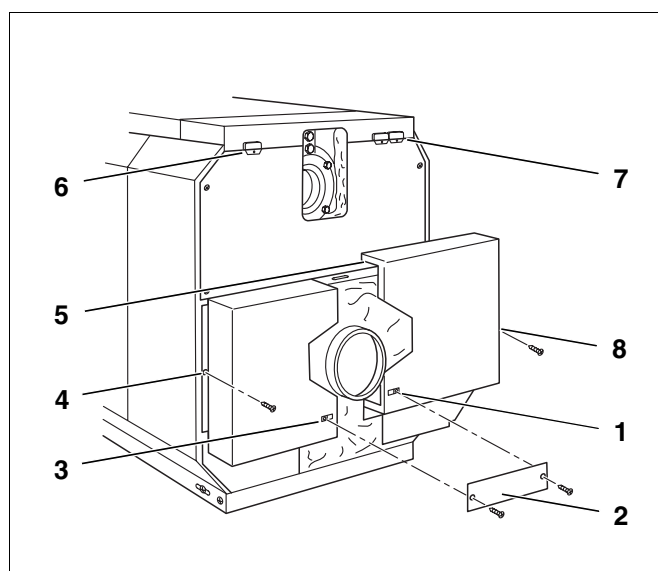

Fig. 55 Montering af bagkappens dele
- Sæt snapmøtrikker ind i venstre og højre sidevæg samt ind i delene til bagkappen (Fig. 55, **pos. 1, 3, 4 og 8**).
- Hægt de nederste dele til bagkappen i venstre og højre side fast i spalterne på den øverste bagkappes ombuk og i sidekappen (Fig. 55, **pos. 5**).
- Skru forbindelsespladen (Fig. 55, **pos. 2**) fast på bagkappens dele under røggasstudsens pladeskruer.
- Fastgør kabelgennemføringer af kunststof enten i venstre eller højre side på den øverste bagkappe (Fig. 55, **pos. 5 og 6**).